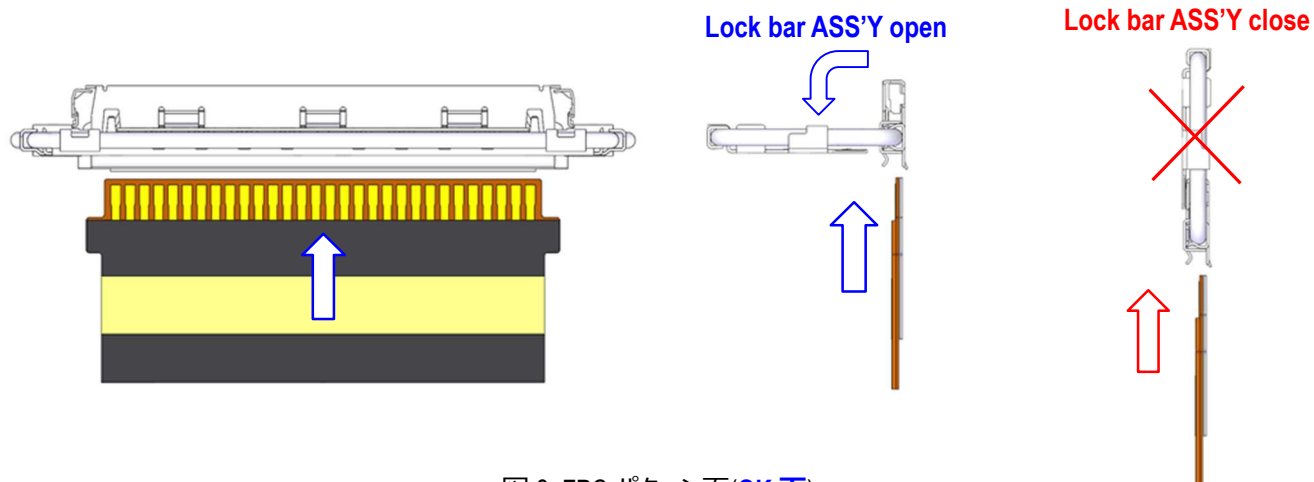

図 3. FPC パターン面(OK 面)
- ① 図 3 の様に、FPC のパターンを上に向けて SHELL に対し水平にセットする。